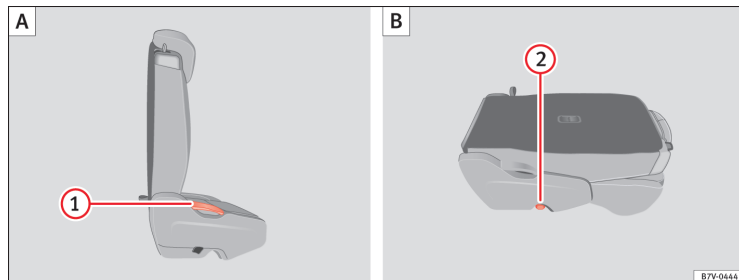
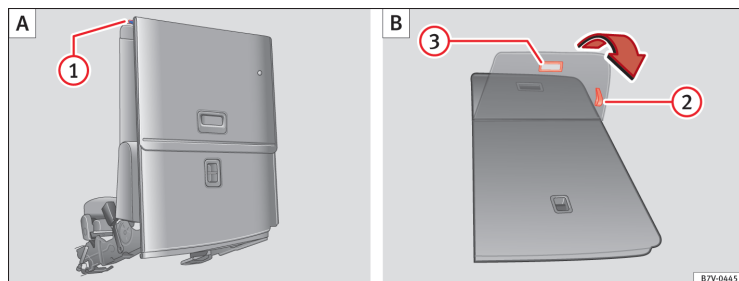

Fig. 89 2. sæderække: Bagsædet er klappet frem (A). Bagsædet er i vandret position (B).
Fig. 90 3. sæderække: Sådan klappes bagsædet til vandret position (A), og sådan klappes det tilbage (B).
- Fjern genstande fra fodrummet foran og bag bagsædepladsen ⇒ ①.
- Træk armen ⇒ Fig. 89 ① opad, og klap bagsæderyglænet fremad. Den komplette bagsædeplads klapper fremad ⇒ ⚠.
- Tryk bagsæderyglænet, der er klappet fremad, ned, indtil bagsæderyglænet er gået i hak i vandret position ②.
- Træk om nødvendigt i armen ⇒ Fig. 90 ② for at skubbe bagsædepladsen til den ønskede position i længderetningen.
- Træk armen ⇒ Fig. 89 ① opad, og klap bagsæderyglænet opad og til lodret position. Den komplette bagsædeplads klapper bagud.
- Træk i stroppen ⇒ Fig. 90 ② for at klappe sædeafdækningen tilbage.
- Træk i grebet ③. Den komplette bagsædeplads klapper bagud.